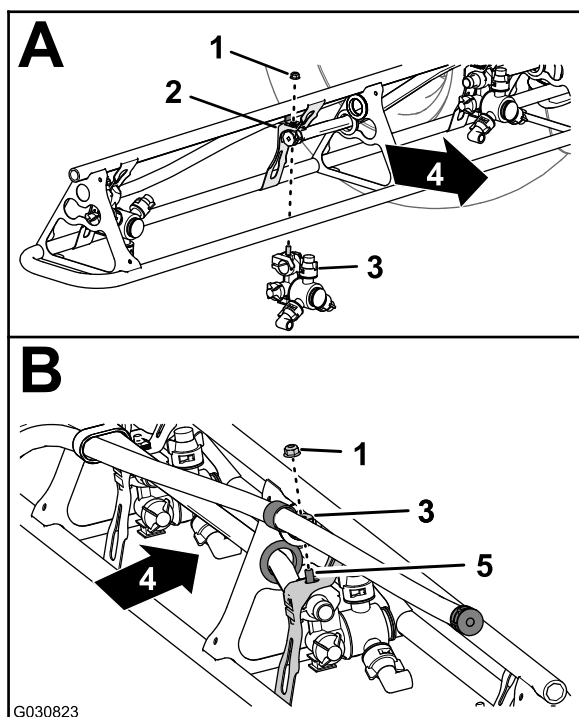

Figura 134
- En las posiciones de las boquillas 1 y 4, monte la boquilla de fumigación en el soporte de boquilla (Figura 134, A) con la contratuerca con arandela prensada (5/16") que retiró en el paso 2 de Retirada de las boquillas de fumigación de las secciones de fumigación exteriores (página 61).
- En las posiciones de las boquillas 2 y 3, monte la boquilla de fumigación en el soporte de boquilla (Figura 134, A y B) con la contratuerca con arandela prensada (5/16") que retiró en el paso 2 de Retirada de las boquillas de fumigación de las secciones de fumigación exteriores (página 61).